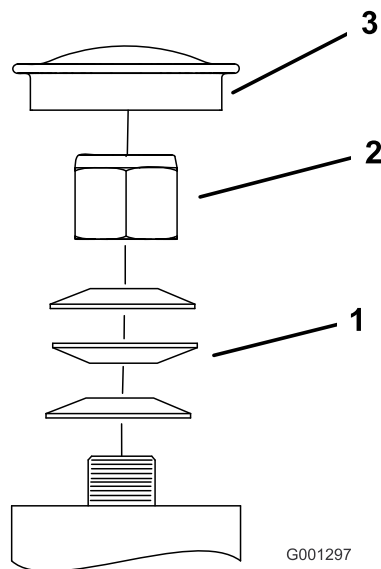

Figura 65
3. Togliete il coperchietto antipolvere dalla ruota orientabile e serrate il dado di bloccaggio (Figura 65).
4. Serrate il dado di bloccaggio finché le rondelle elastiche non sono piatte, quindi allentate di un quarto di giro per mettere a punto il precarico sui cuscinetti (Figura 65).
Importante: Verificate che le rondelle elastiche siano correttamente montate, come riportato nella Figura 65.
5. Montate il coperchietto antipolvere (Figura 65).